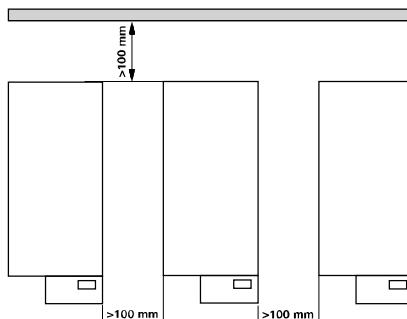

Fig. 2
- 确保仪器放置间距合理，仪器之间、仪器距离四周墙壁至少100 mm，仪器距离上方至少800 mm。（见 Fig. 2）